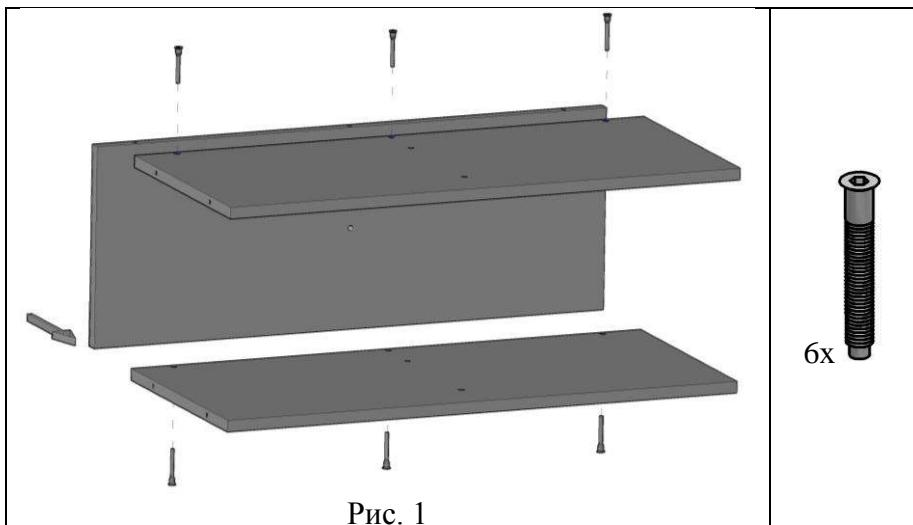

Рис. 1
4.1.1. К крышке (поз. 1) и дну (поз.2) выставить заднюю стенку (поз.4) предварительно выровняв с технологическими отверстиями, притянуть используя винты конфирматы (поз. 9) (см. рис. 1).